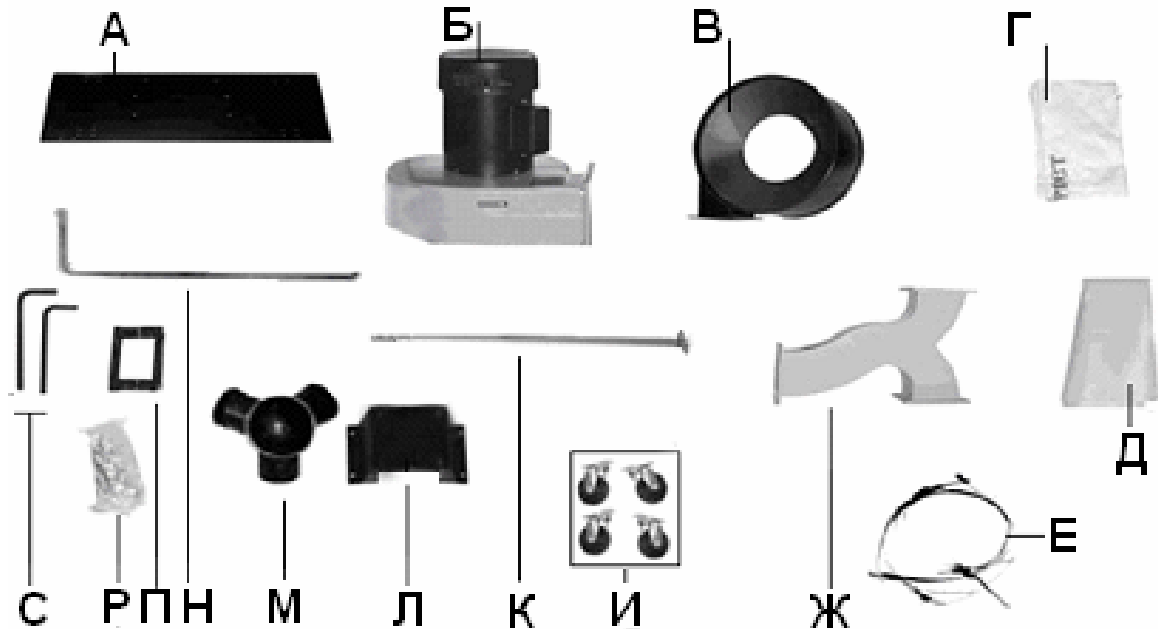

Рис. 1.
3.1. В комплект поставки входит (Рис. 1)